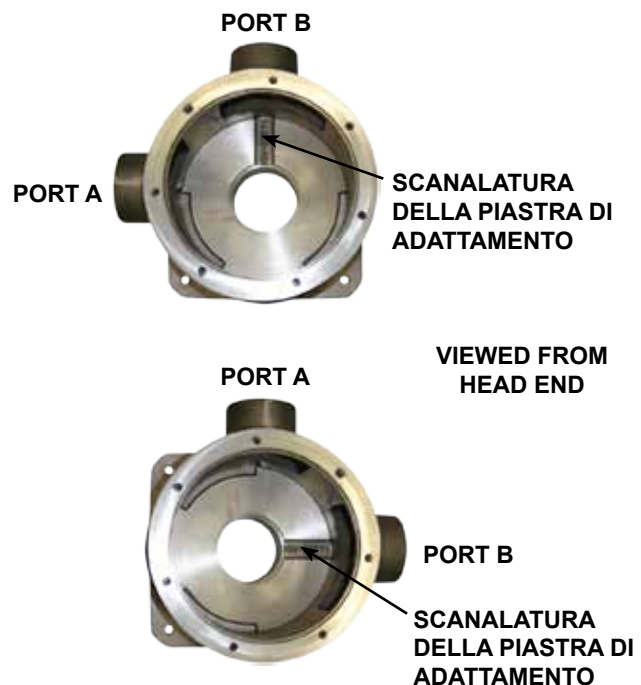

FIGURA 11
2. Posizionare la piastra di adattamento in modo tale che la scanalatura venga allineata con la scanalatura sul corpo alla Porta B , vedere Figura 11 a pagina 8 (La piastra di adattamento nei modelli K e KK è dotata di una singola scanalatura, i modelli L-LS sono dotati di una scanalatura e di due cavità di scarico lavorate a macchina.) Inserire con attenzione la piastra di adattamento nel lato di staffa della carcassa. Fare attenzione per evitare di tagliare l'O-ring contro il bordo della piastra di adattamento o della carcassa. Fissare in posizione serrando le otto viti di fermo.